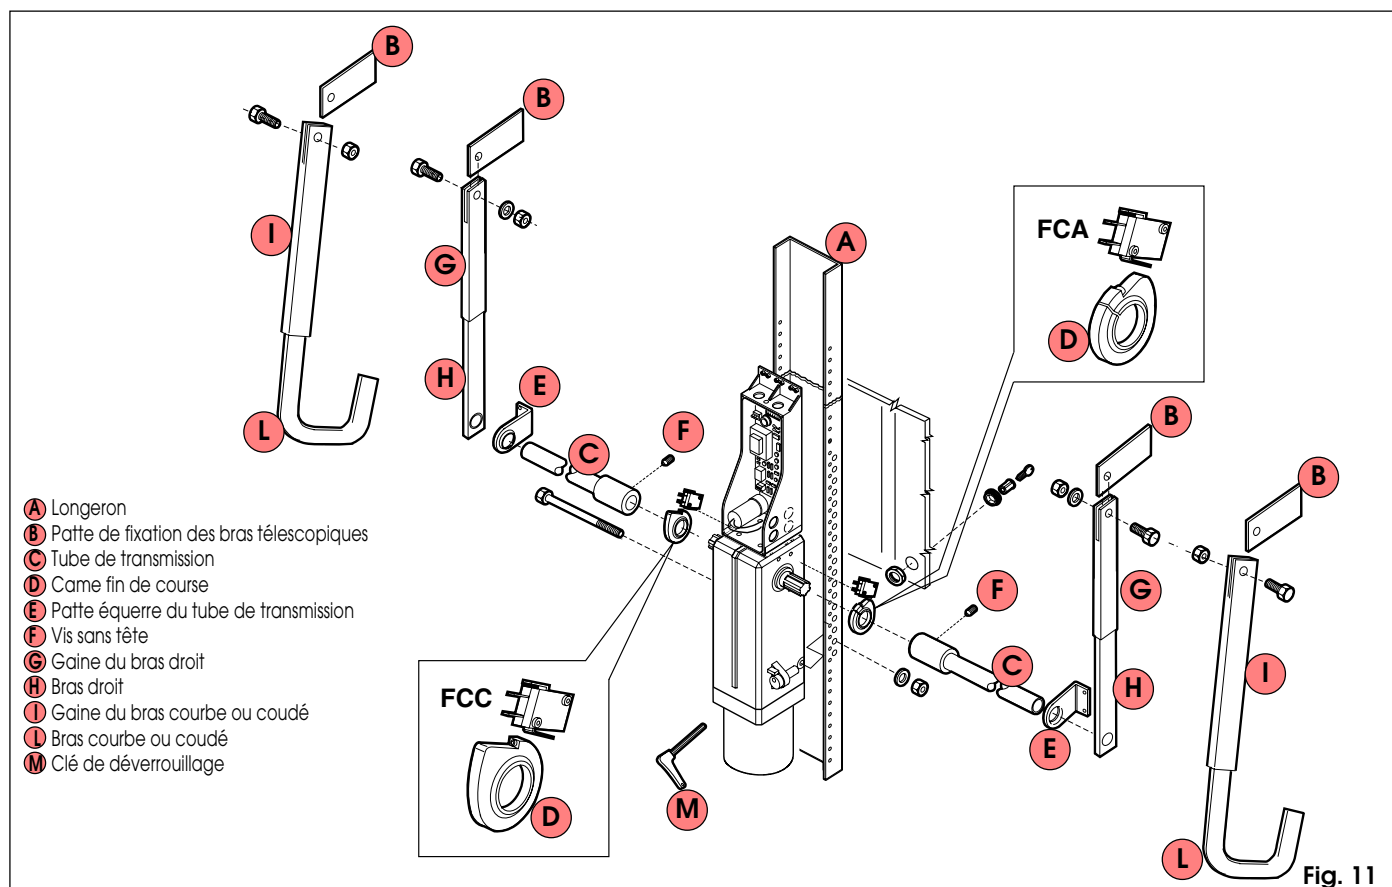

Fig. 11
3) Fixer l'opérateur au longeron en utilisant la visserie fournie comme indiqué Fig. 11.
4) Souder les pattes supérieures de fixation des bras télescopiques en respectant, pour le positionnement, les indications relatives au type de porte basculante. Dans le cas de bras soudés, il est possible de souder les pattes directement sur les bras existants de la porte. Fixer les gaines des bras télescopiques aux pattes en utilisant les axes et la visserie fournie comme indiqué Fig. 11.
➤ En cas d'utilisation des arrêts fin de course (option), monter d'abord les cames comme indiqué Fig. 11.